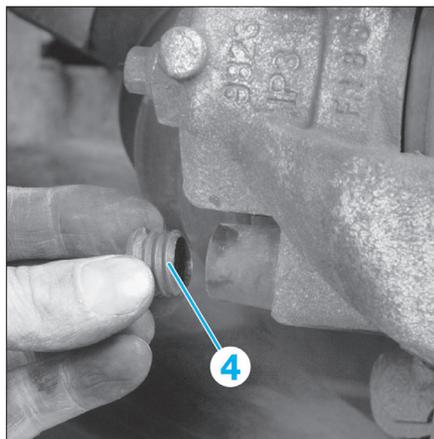

FIG. 6
- Retirer les 2 capuchons (4) des colonnettes (fig. 6).